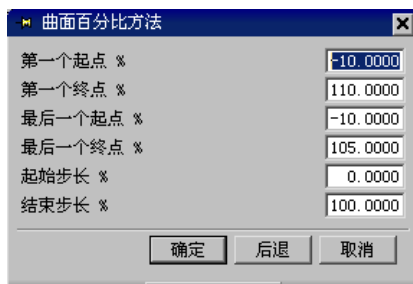

图 5.5.14 “曲面百分比方法”对话框
Step3. 在“曲面驱动方法”对话框 **切削区域** 下拉列表中选择 **曲面 %** 选项, 系统弹出“曲面百分比方法”对话框, 参数设置如图 5.5.14 所示, 完成后单击 **确定** 按钮, 系统返回到“曲面驱动方法”对话框。